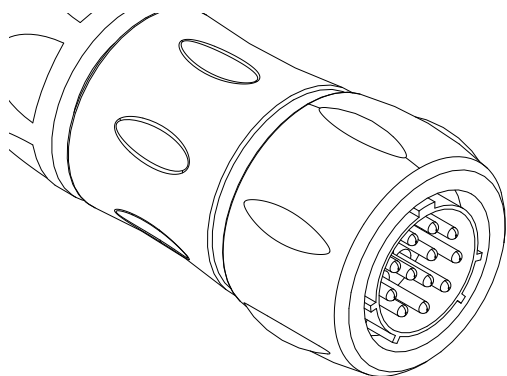
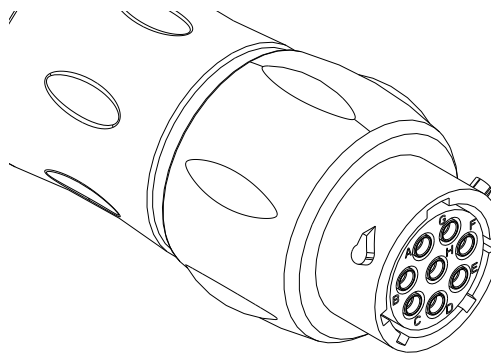

Fig. 1: Collegamento del fonditore
Fig. 2: Collegamento della pistola
Il connettore circolare grande rappresenta l'estremità fonditore ed è dotato di cavo da 0,6 m (2 piedi) (vedere la Fig. 1). Il connettore quadrato piccolo rappresenta l'estremità pistola ed è anch'esso dotato di cavo da 0,6 m (2 piedi) (vedere la Fig. 2).
- a. Utilizzare un ohmmetro per verificare la resistenza elettrica dei pin dell'elemento riscaldante, tra i pin C e D del connettore dell'estremità fonditore che si fissa al comando del flessibile riscaldato. Vedere FIG. 1. La resistenza dell'elemento riscaldante per le varie lunghezze dei gruppi del flessibile con raccordo viene indicata nella seguente tabella di flessibili con raccordo.